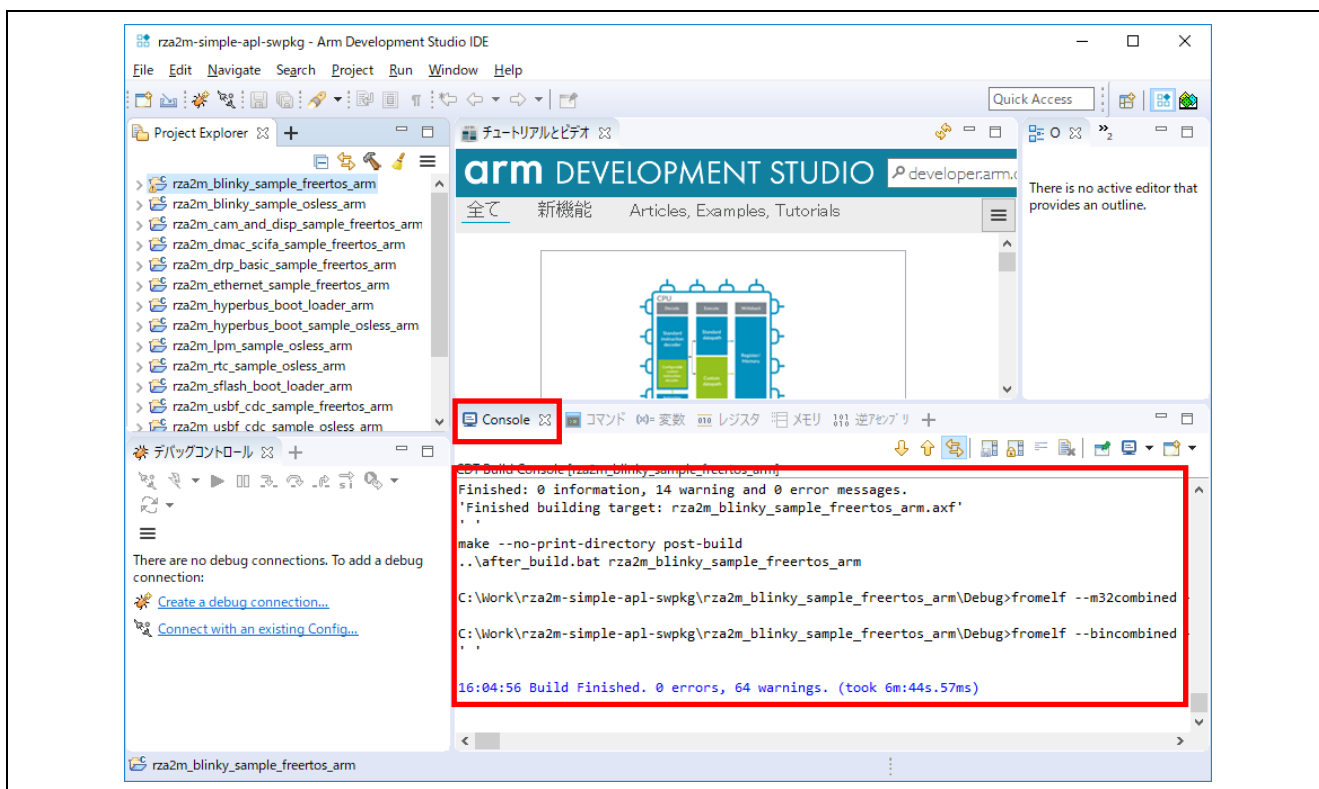

図 3-8 ビルドステータスの確認
- ビルドが開始され Console ウィンドウでそのステータスを確認することができます(図 3-8)。